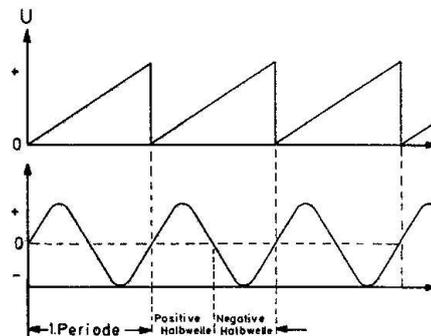

Abb. 53
Abb. 53 a
gangsfrequenz zur Zeitablenkfrequenz zusammen. In Abb. 53 findest du zwei grafische Darstellungen. Die erste zeigt eine schnelle Ablenkfrequenz, deshalb wird nur eine Periode auf dem Bildschirm sichtbar. Bei der zweiten Zeichnung ist die Ablenkfrequenz langsamer geworden, und es erscheinen 3 volle Perioden.
**Abb. 53 b**
**Abb. 53 c**